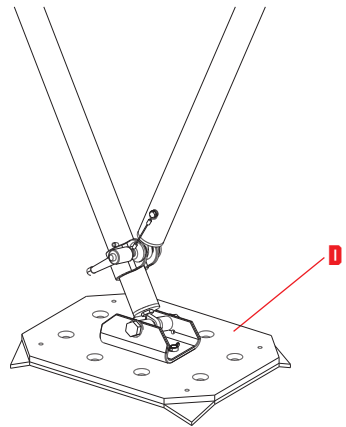

fig. 4B
- den krokiga sidan för grova, ojämna eller mjuka ytor (Fig. 4B),